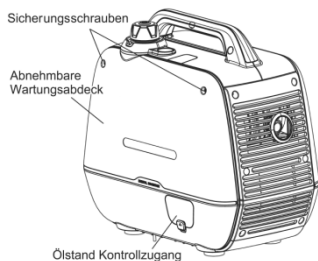

Fig. 15A
1. Lösen Sie die Schrauben der Abdeckung und entfernen Sie die Wartungsabdeckung. (Fig. 15A)